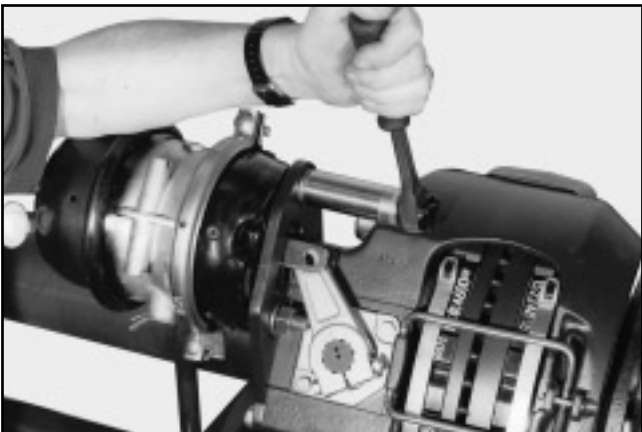

FIG. 21
3. Estrarre la camera d'aria (Fig. 21).